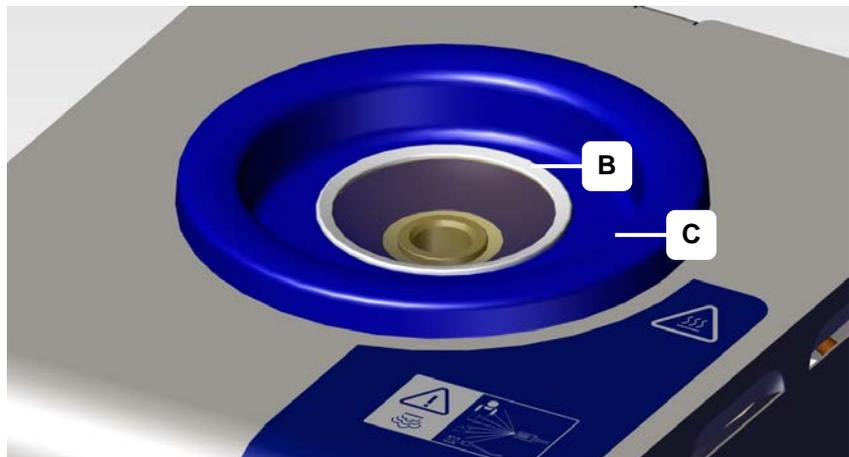

Figure 6.2.2 : placer le tamis dans le bac collecteur
3. Placez le tamis (figure 6.2.2) fourni dans le bac collecteur.